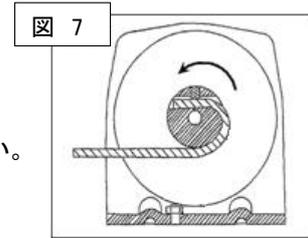

図 7
**注意:** ●このウインチはワイヤーロープが下から上に巻取る(反時計回り)ように取付けてください。(図7参照)